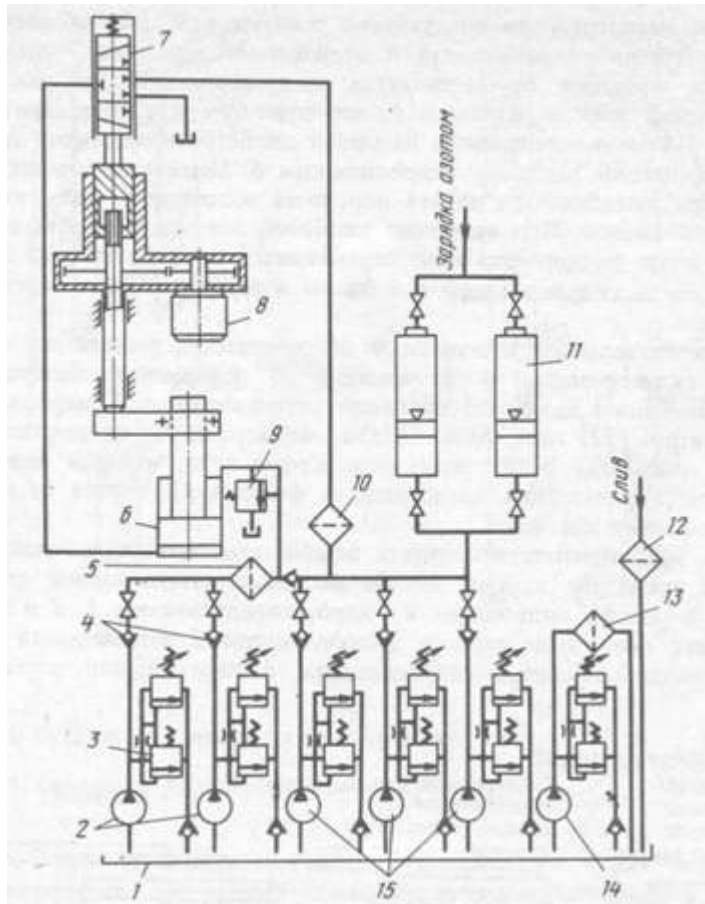

Рисунок 31 – схема гидравлическая сдвоителя рулонов
На рис. 31 приведена гидросхема нажимного устройства стана 250/750х500 холодной прокатки. Из бака 1 лопастными насосами 2 типа Г12-24 (один резервный) рабочая жидкость под давлением до 6,3 МПа подается через обратные клапаны 4 и фильтр тонкой очистки 5 в линию нагнетания. Защита всех насосов обеспечивается предохранительными клапанами 3. Аксиально-поршневые насосы 15 типа НА16/320М (один работает, два в резерве) подает жидкость под давлением до 22 МПа в линию нагнетания через фильтр 10. Таким образом, под давлением рабочей жидкости будут находиться штоковая полость силового гидроцилиндра 6 нажимного устройства и магистраль до следящего золотника 7. Для обеспечения подъема поршня гидроцилиндра 6 необходимо золотник 7 сдвинуть вниз. Эта операция осуществляется следующим образом: включается шаговый электродвигатель 8, что приводит к перемещению золотника 7 вниз и соединению напорной магистрали высокого давления с поршневой полостью гидроцилиндра 6.
1. Выполнить чертеж схемы рис.31 и проставить буквенно-цифровое обозначение.